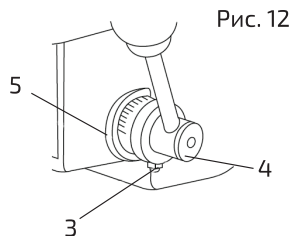

Рис. 12
4. Ослабить винт (3) при помощи 4-миллиметрового шестигранного гаечного ключа. Повернуть шкалу глубин (4) в прямом направлении до упора (рис. 12).
5. Затянуть винт (3).
Ослабить винт (3) и повернуть шкалу глубин в обратном направлении, пока указатель (5) не окажется напротив нулевой отметки. Затянуть винт (3) (см. рис. 12).